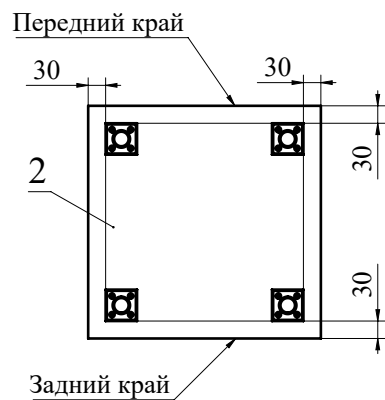

Рис.6
7. Прикрутите при помощи шурупов 3,5x16 опоры к детали 2 (Рис. 6).